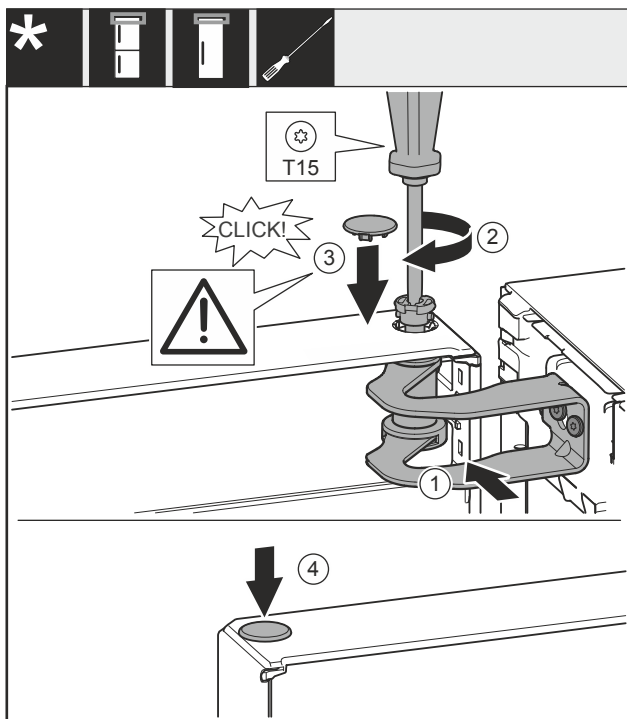

Fig. 54
- Aligner la porte sur l'ouverture du support de palier Fig. 54 (1).
- Insérer l'axe Fig. 54 (2) et le serrer avec un tournevis.
- Installer le couvercle Fig. 54 (3).
- Vérifier que le couvercle Fig. 54 (3) repose bien sur la porte.
- Installer le couvercle Fig. 54 (4).